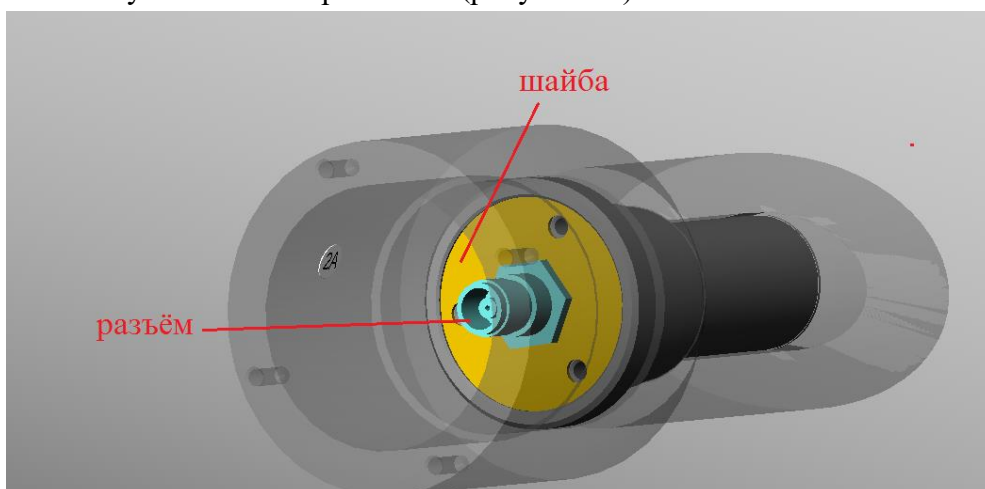

Рисунок 51 – Шайба сенсора с разъемом
4.2.2.8 Снять шайбу совместно с разъемом (рисунок 51)